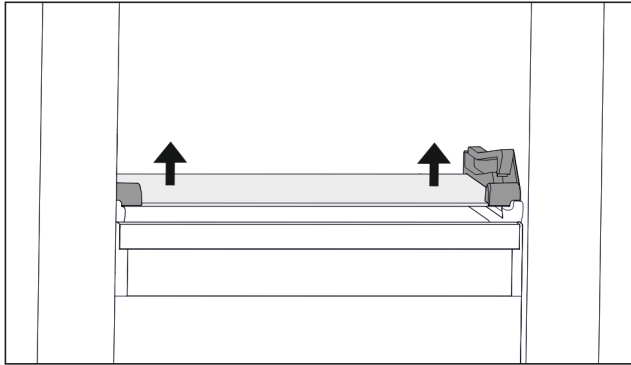

Fig. 28 Tablette en verre du tiroir basculable
- ▶ Appuyer des deux côtés sur la tablette en verre de bas en haut. (voir Fig. 28)